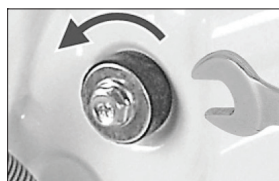

Рис. 1
1. Открутите все 4 транспортировочных болта «А» с помощью гаечного ключа (в комплекте) и извлеките их (рис. 1).